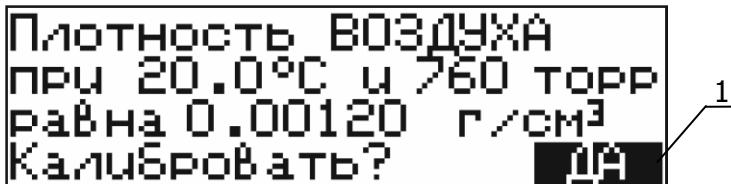

Рисунок 9 — Калибровка по воздуху
- кнопками \uparrow или \downarrow переместить указатель — темный фон 1 (рисунок 9) — на изменяемое значение давления или плотности;
- кнопками \uparrow или \downarrow переместить указатель — темный фон 1 (рисунок 9) — на значение плотности;